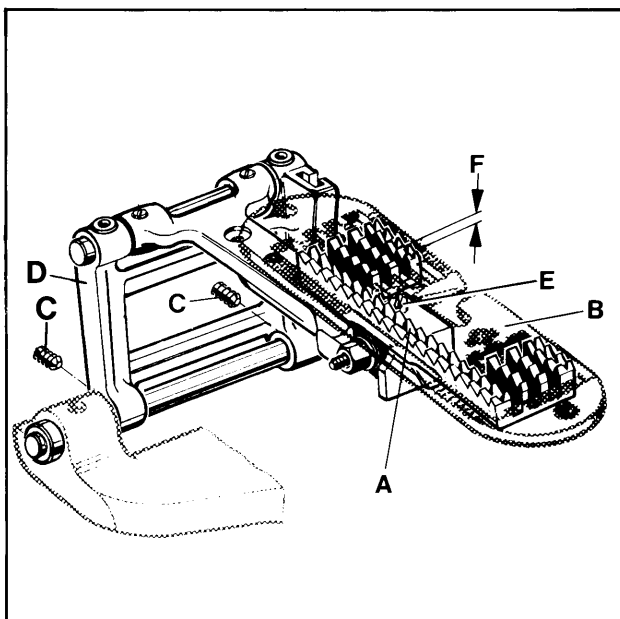

Fig. 15
The lower feed dog (A, Fig. 15) should center laterally in the slots of throat plate (B). If an adjustment is necessary loosen the two (set) screws (C) and move feed rocker (D) to the left or right as required. Retighten (set) screws (C).
At highest point of feed travel the rear teeth of the feed dog (A, Fig. 15) should just project their full depth (F) above the top surface of throat plate.
El diente alimentador inferior (A, Fig. 15) debe estar centrado lateralmente en las ranuras de la plancha de aguja (B). De ser necesario algún ajuste, suelte los dos tornillos de sujeción (C) y mueva el eje oscilante (D) a la izquierda o derecha, como sea requerido. Apriete los tornillos de sujeción (C).
En el punto mas alto de movimiento los dientes del alimentador (A, Fig. 15) deberían sobrepasar la placa de la aguja por la altura completa (F) de los dientes.